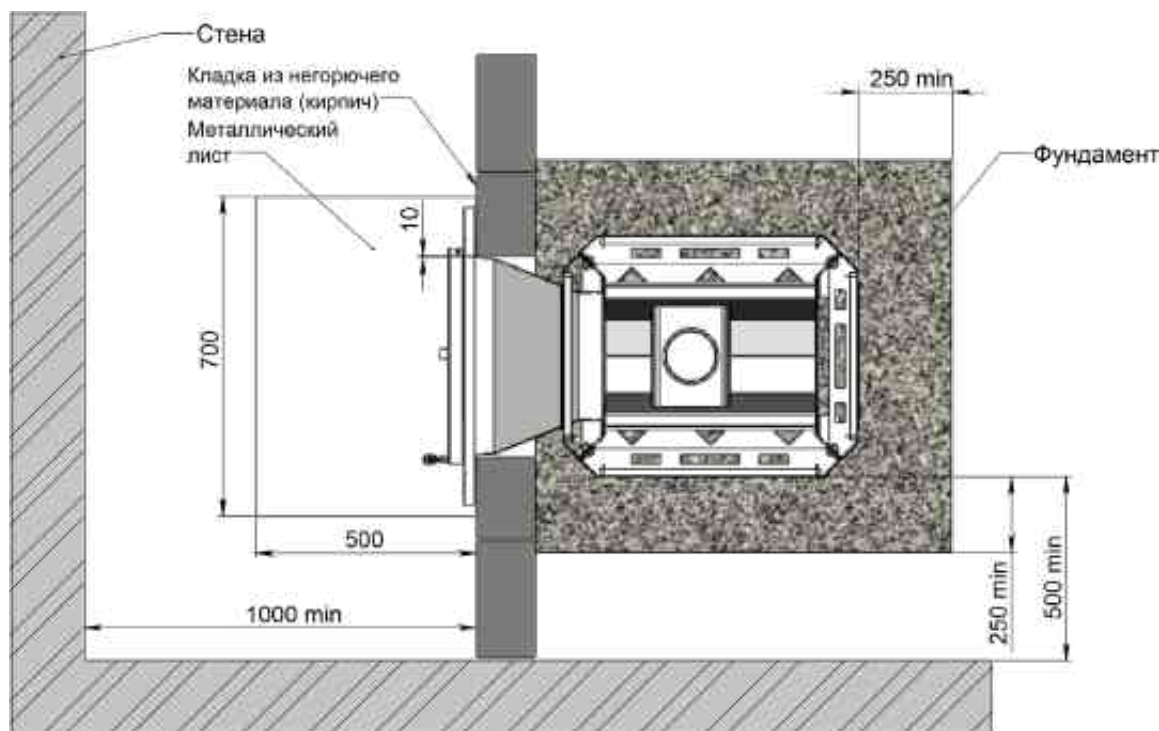

Рис. 3 Схема установки печи **BAZALT** (вид сверху)
Передняя и боковая поверхность печи могут располагаться на расстоянии не менее 50 мм от стены, сделанной из негорючих материалов (рисунок 3).
2. Установить печь со стороны парильного помещения так, чтобы топливный канал прошел сквозь отверстие, предусмотренное в стене (рис. 3, 4).